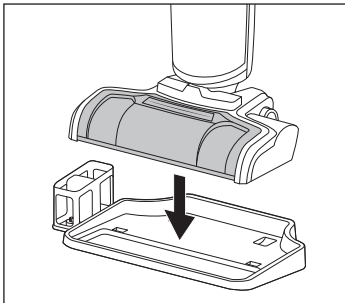

Fig. 45
- ♦ Para armazenar o aparelho, coloque-o sobre a base de imobilização **4** do suporte de armazenamento e limpeza (ver fig. 45).